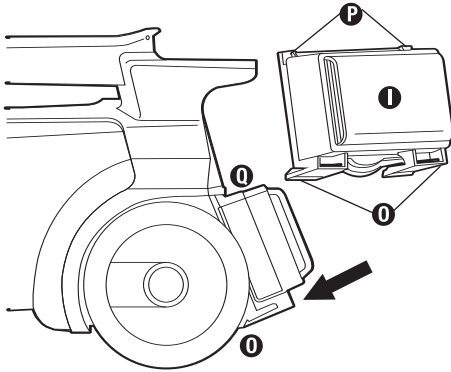

FIG. 14
Step 1: Insert upper filter corner tabs **P** firmly under rear housing tabs **1** (Fig. 14).
Step 2: Pivot filter **1** down until bottom clips **0** on filter click securely into place on the cleaner (Fig. 14).
Étape 1 : Introduisez fermement les onglets de coin supérieur du filtre ❷ sous les onglets arrière du carter ❶ (Fig. 14).
Étape 2 : Faites pivoter le filtre ❶ vers le bas jusqu'à ce que les crochets ❶ s'enclenchent fermement en place sur l'aspirateur (Fig. 14).
Paso 1: Inserte los esquineros superiores del filtro ❷ firmemente debajo de las lengüetas traseras del alojamiento ❶ (Fig. 14).
Paso 2: Haga pivotar el filtro ❶ hacia abajo hasta que las presillas inferiores ❶ del mismo calcen firmemente con un clic en su sitio en la aspiradora (Fig. 14).